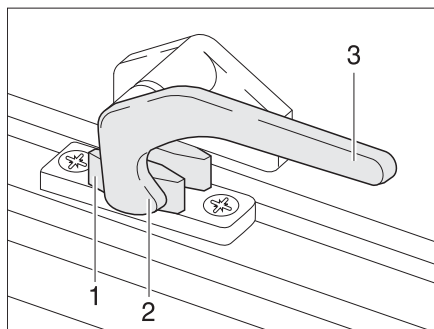

Fig. 38 Palanca de bloqueo en la posición de "cerrado"
- Girar la palanca de bloqueo (Fig. 38,3) un cuarto de vuelta hacia la mitad de la ventana.
- Girar la palanca de bloqueo (Fig. 38,3) un cuarto de vuelta hacia el marco de la ventana. El saliente de bloqueo (Fig. 38,2) se encuentra en la cara interior del bloqueo de la ventana (Fig. 38,1).
- En la posición "cerrada fijamente" (Fig. 38)